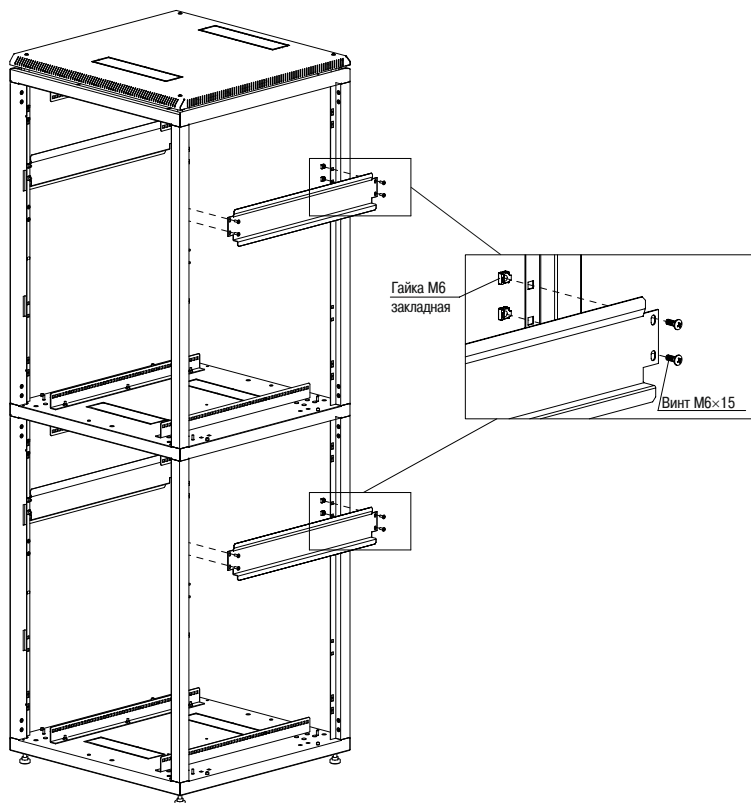

Рисунок 6 – Закрепление планок-зацепов
4.2.6 Для закрепления планок-зацепов на стойках вставьте закладные гайки М6 в квадратные отверстия на стойках, закрепите винтами М6×15 с полукруглой головкой (рисунок 6). Повторите данный пункт для каждой секции шкафа.